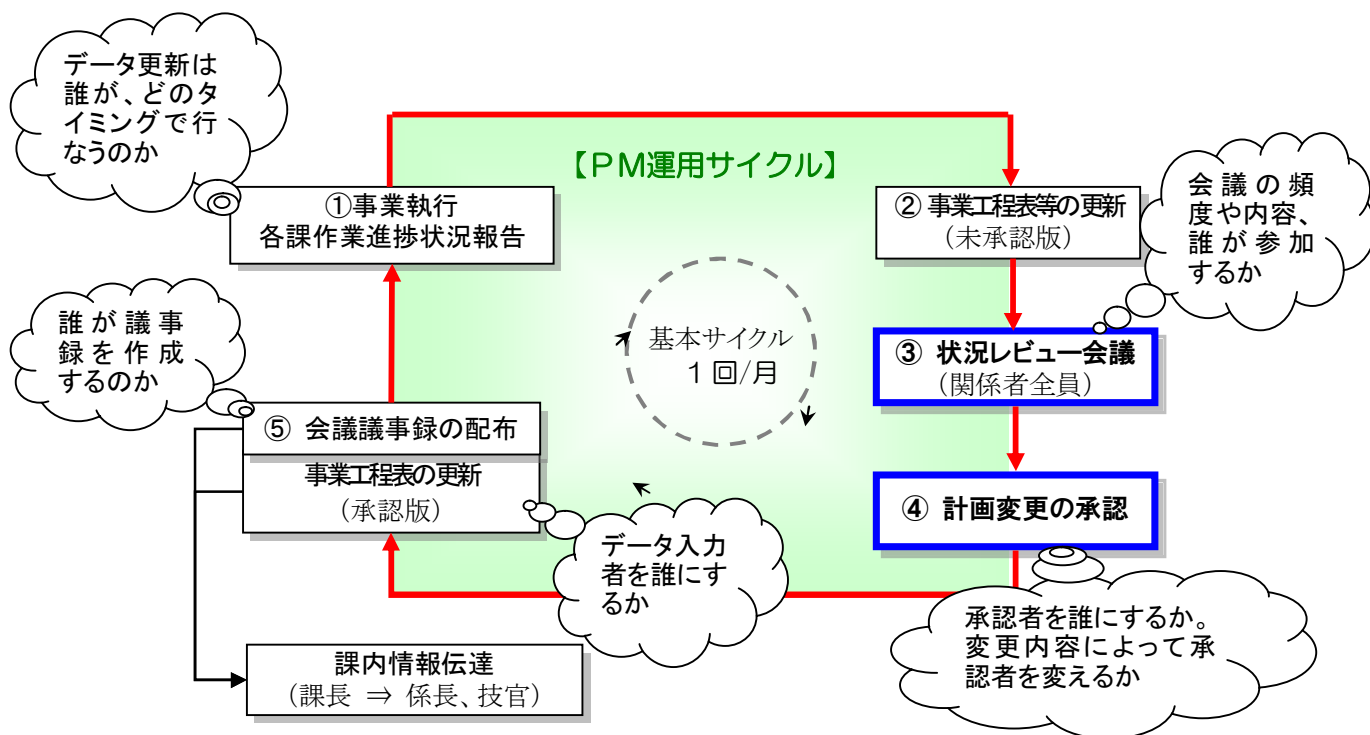

図2.4 PM運用サイクル(例)
- PM運用サイクル(PDCA)の例を下図に示す。具体的な運用サイクルの内容の例を以下に示す(図2.4参照)。なお、図2.4の吹き出しは、運用ルールで定める内容の例を示す。
- ①PM担当者(事務局)は、計画に基づく日常の事業執行に伴い発生する懸案事項や、作業の進捗状況、関係機関協議結果、用地交渉結果等の情報を、各課の担当者の協力を得て収集する。
- ②情報を収集したPM担当者(事務局)は、各種情報の更新と、事業工程を更新して未承認版の事業工程表を作成し、また、懸案事項一覧表、計画図に懸案事項を表示した図面等の資料を作成し、状況レビュー会議の準備をする。
- ③プロジェクトマネージャは、定期的な状況レビュー会議を実施し、各担当者から作業の進捗状況、懸案事項の有無、対応状況の結果等の報告を受け、必要に応じて対応策等の検討を行う。
- ④事業計画を変更し、その時点で最適な事業計画を策定し、プロジェクトマネージャの承認を得る。
- ⑤会議結果について、PM担当者(事務局)が作成した議事録を基に関係各課に情報を伝達する。
- 以上の①～⑤の内容を繰り返し、事業計画の時点最適化を図りながら、事業を進めていく。